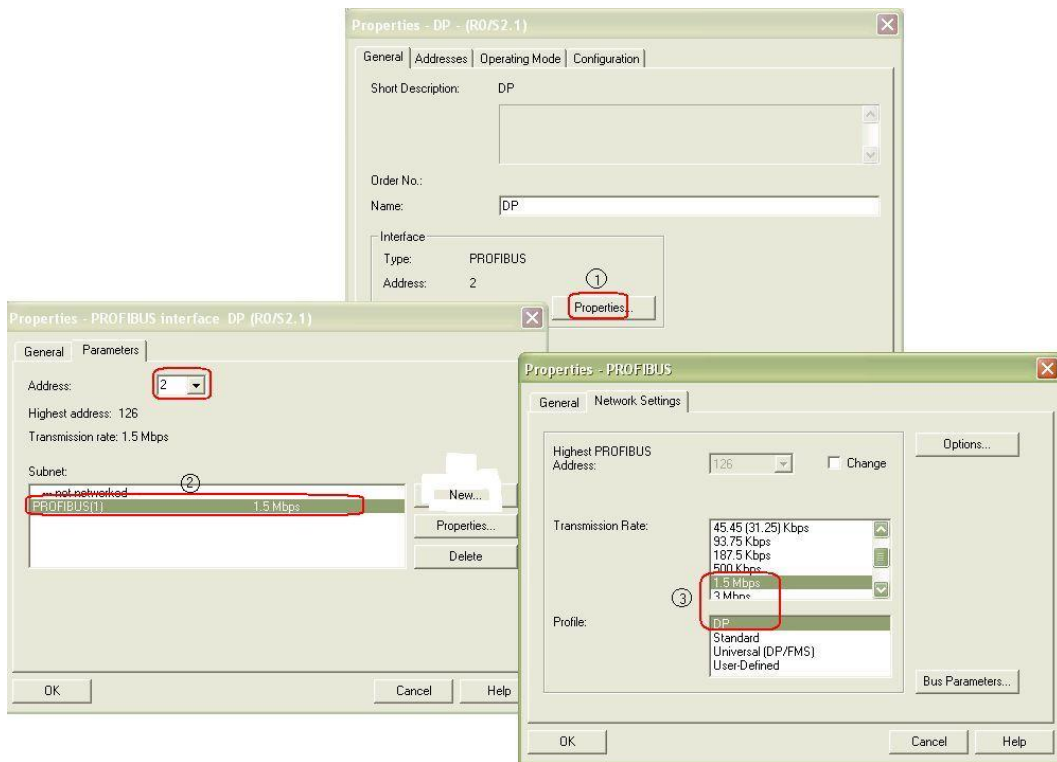

图 8 主站 DP 接口参数设置
- 完成从站组态后，就可以对主站进行组态，基本过程与从站相同。在完成基本 硬件组态后对 DP 接口参数进行设置，如图 8。本例中地址设为 2，并选择与从站相同的 PROFIBUS 网络 (PROFIBUS1)。波特率以及行规与从站应设置相同。(1.5Mbit/s ; DP)。